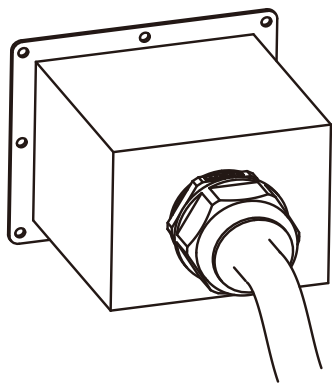

Рис. 5.11 Фиксация распределительной коробки перем. тока
3) Прикрутите крышку на корпус и затяните все винты, чтобы зафиксировать коннектор с водонепроницаемой защитой, как изображено на рис. 5.11.